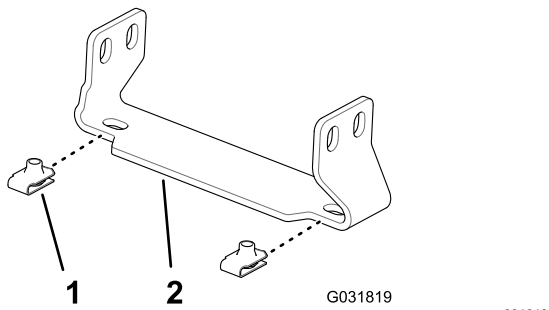

图 149
- 如图 149 所示将 4 个夹紧螺母 Toro 零件号 94-2413 安装到中间喷洒臂段护罩 Toro 零件号 131-3703-03 的 2 个支撑托架上。